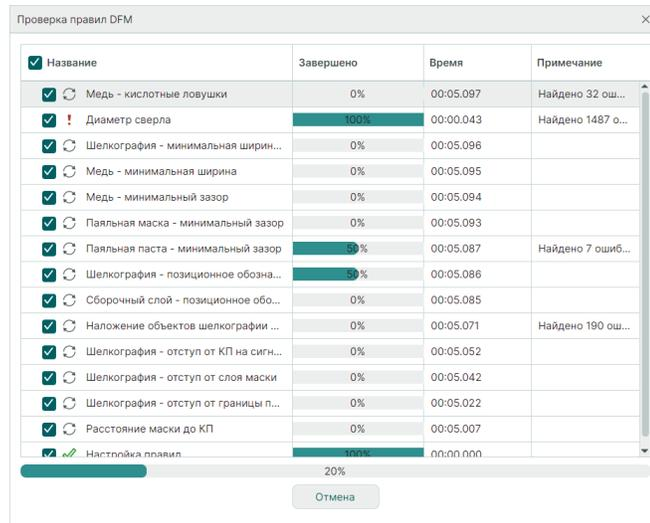

Рис. 546 Отображение процесса DFM-проверки платы
2. В открывшемся окне будет отображен процесс выполнения DFM-проверки платы, см. Рис. 546.